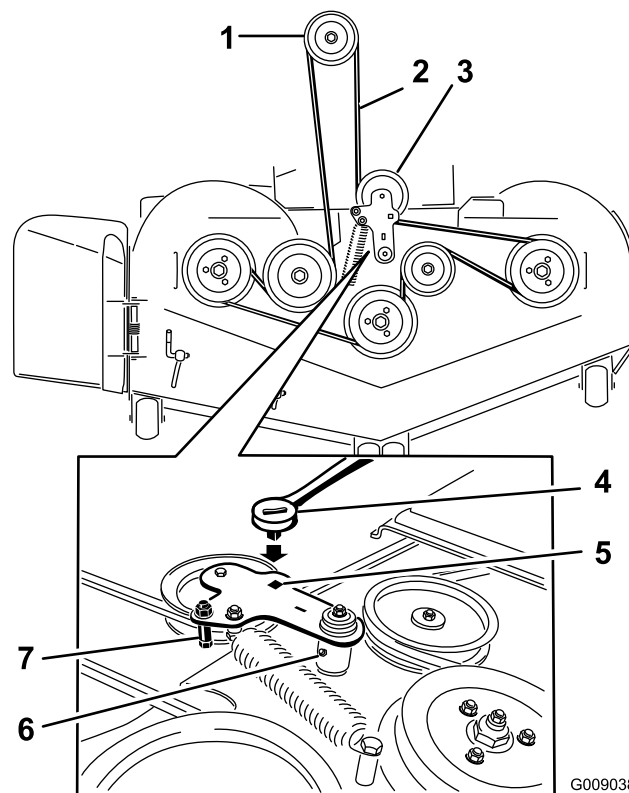

Figura 82
5. Utilice una llave de carraca en el taladro cuadrado del brazo tensor para aliviar la tensión del muelle tensor (Figura 82).
7. Instale la guía de la correa en el brazo tensor tensado con muelle (Figura 82).
9. Pase la correa nueva alrededor de las poleas del cortacésped y de la polea del embrague, debajo del motor (Figura 82).
10. Instale la guía de la correa en el brazo tensor (Figura 82).
11. Utilizando la llave de carraca en el taladro cuadrado, instale el muelle tensor (Figura 82).